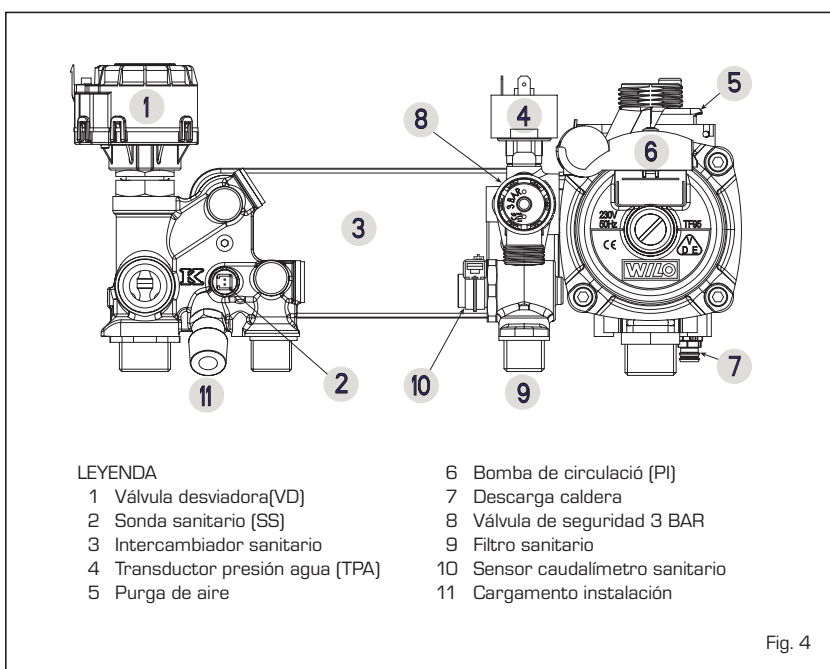

Fig. 4
2.4 RELLENADO DE LA INSTALACION (fig. 4)
2.4.1 Vaciado de la instalación (fig. 4)